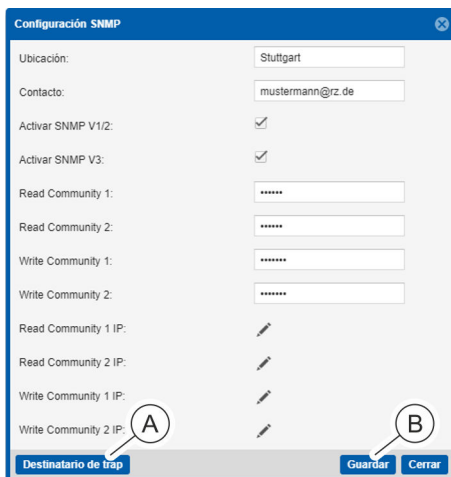

Fig. 141: Ventana "Configuración SNMP"
2. ➔ En la ventana "Configuración SNMP", haga clic en el botón "Destinatario de trap" (Fig. 141/ⓐ).